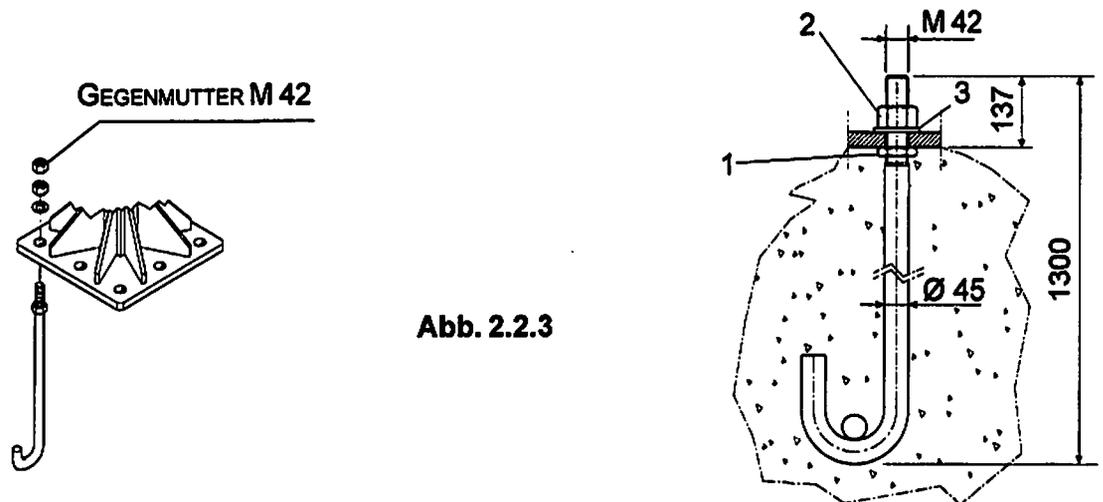

Abb. 2.2.3
Die untere Schraubenmutter M 42 (1) so auf den Ankerbolzen drehen, dass der Abstand zwischen dem unteren Teil der Lagerplatte und dem Kopf des Ankerbolzens 137 mm (5 in) beträgt (Abb. 2.2.3).